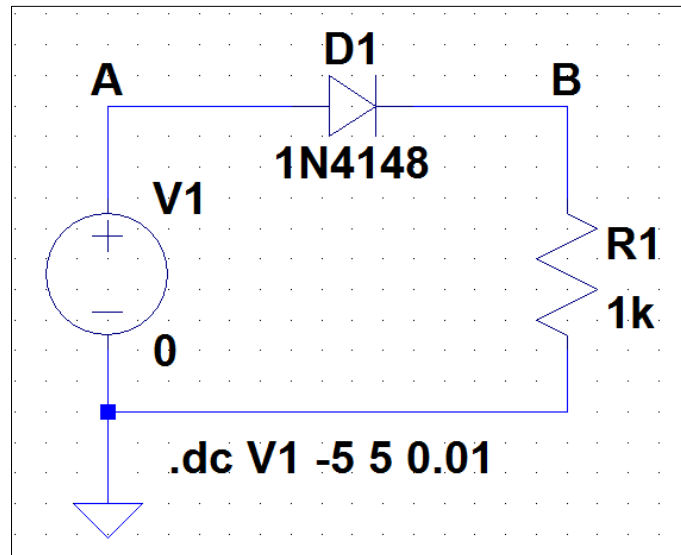
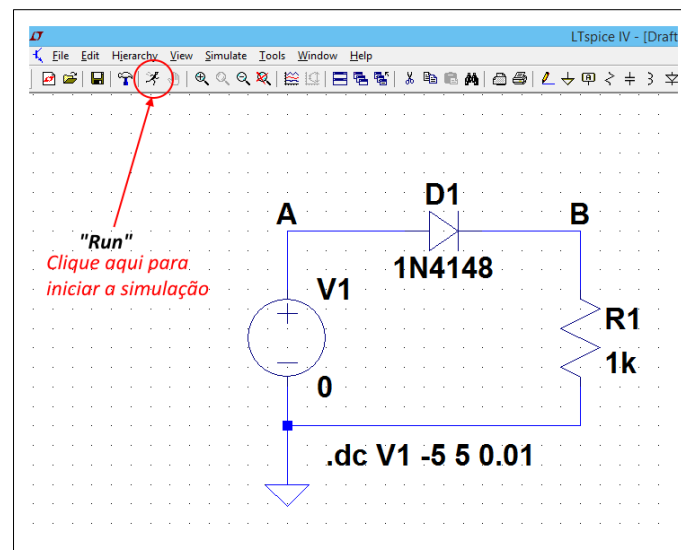

Figura 72 - Retificador de meia onda tomado como exemplo
Figura 78 - Iniciando a simulação do circuito exemplo
É possível que sejam personalizadas as curvas gráficas fornecidas pelo *LTspice*: mudando suas cores, espessura, alterando os eixos x e y, salvando esses gráficos como imagem ou até mesmos salvando os dados do gráfico como vetores no formato “.txt”. O circuito da Figura 72 será utilizado como exemplo. Este trata-se de um retificador de meia onda.
Primeiramente vamos fazer a simulação do circuito da Figura 72, acessando o botão “Run” da barra de tarefas conforme ilustrado na Figura 78.
***Obs:** Notações particulares correspondentes ao circuito da Figura 72